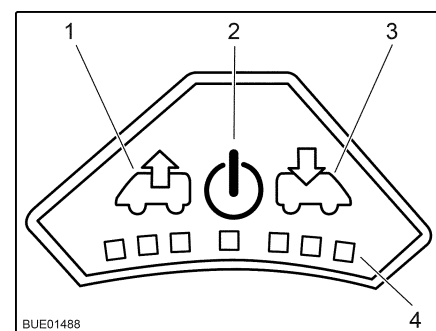

Fig. 102 Panneau de commande du ventilateur
- Appuyer sur la touche Marche/Arrêt (Fig. 102,2). Le ventilateur fonction en mode confort (aération à faible vitesse de rotation).
- Pour augmenter la vitesse de rotation du ventilateur : Appuyer sur la touche Ventiler (Fig. 102,1). La vitesse de rotation du ventilateur augmente d'un niveau de puissance dans le sens de l'échappement. Les DEL (Fig. 102,4) montrent les niveaux de puissance.
- Pour réduire la vitesse de rotation du ventilateur : Appuyer sur la touche Aérer (Fig. 102,3). La vitesse de rotation du ventilateur diminue d'un niveau de puissance.
- Pour augmenter la vitesse de rotation du ventilateur : Appuyer sur la touche Aérer (Fig. 102,3). La vitesse de rotation du ventilateur augmente d'un niveau de puissance dans le sens de l'aération. Les DEL (Fig. 102,4) montrent les niveaux de puissance.
- Pour réduire la vitesse de rotation du ventilateur : Appuyer sur la touche Ventiler (Fig. 102,1). La vitesse de rotation du ventilateur diminue d'un niveau de puissance.
- Appuyer sur la touche Marche/Arrêt (Fig. 102,2). Le ventilateur s'arrête, les DEL s'éteignent.